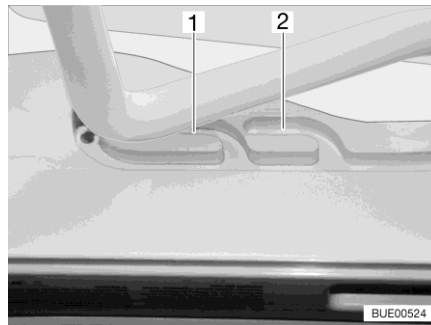
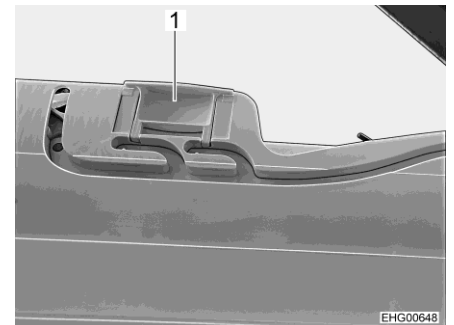

Fig. 53 Glissière (position de ventilation)
Fig. 54 Verrouillage (position de ventilation)
Il est possible d'amener le lanterneau Heki en deux positions de ventilation : Position pour mauvais temps (Fig. 53,1) et position intermédiaire (Fig. 53,2). Selon l'équipement, il est possible de verrouiller le lanterneau en position intermédiaire avec les deux verrous (Fig. 54,1) à gauche et à droite du cadre du lanterneau.
- Pousser légèrement l'étrier vers le haut, le pousser dans la glissière choisie (Fig. 53,1 ou 2) et le verrouiller si nécessaire.